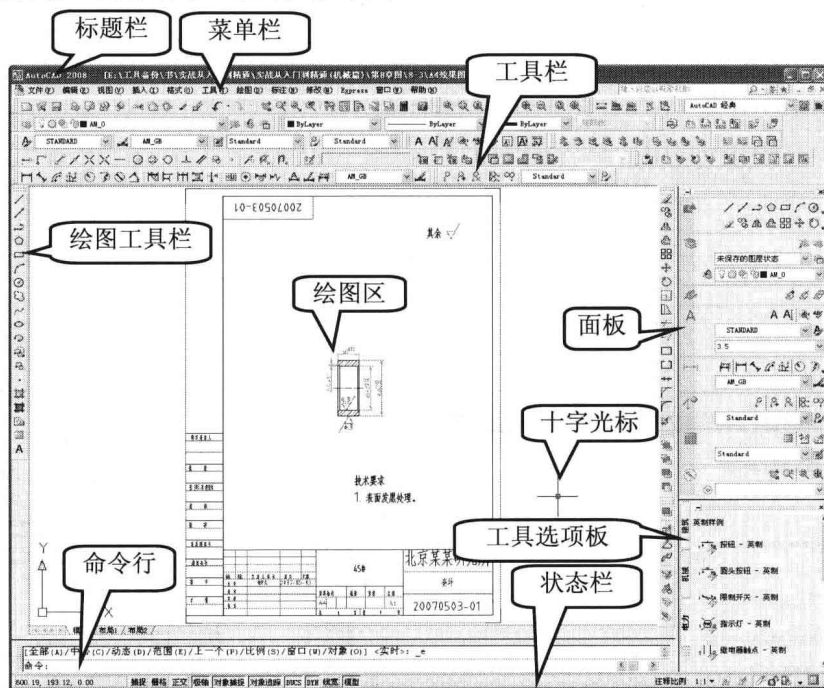
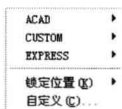
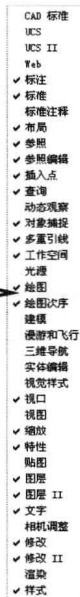

图 1-1 AutoCAD 2008 界面设置
图 1-2 工具栏右键菜单_1
图 1-3 工具栏右键菜单_2
实例要求: 设置如图 1-1 所示 AutoCAD2008 软件界面。
绘制思路/分析: 通过对图 1-1 分析可知,其
- ① 启动 AutoCAD 2008 时，界面上仅有系统默认常用工具栏。为方便后继操作，应添加相应工具栏，可在工具栏的非按钮区域进行右键单击，则弹出如图 1-2 所示选项。
- ② 将鼠标移至图 1-2 所示选项中的 ACAD 上，则该选项展开，显示当前已选工具栏。单击其中相应选项则其对应工具栏出现在绘图区，然后将其移动到适当位置并进行排列，可出现图 1-1 所示情形。应用本方法设置所选工具栏后，ACAD 中将出现已选标志，如图 1-3 所示为图 1-1 所示界面设置中所选工具栏。
- ③ 注意到图 1-2 所示菜单，其中有“锁定位置”选项，若设置工具栏完毕，则可将工具栏位置进行锁定，防止后继操作将工具栏移位。